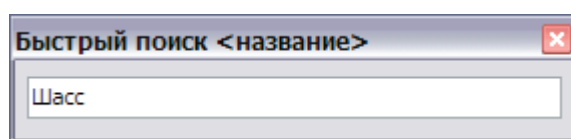

Рис. 2.63
2. Наберите на клавиатуре начальные буквы названия МД, если поиск производится по названию (или символы кода МД, если поиск производится по коду). В нижней части вкладки **Структура** появится окно быстрого поиска с введённой строкой поиска (Рис. 2.63).